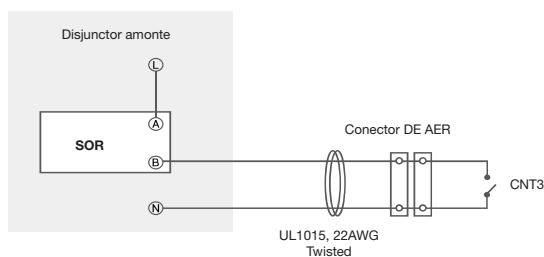

Figura 22. Circuit de comandă
- 1) Conectați firele UL1015 22AWG 105°C 600 V de la placa senzorului la disjunctorul de circuit din amonte. A se vedea Figura 22.